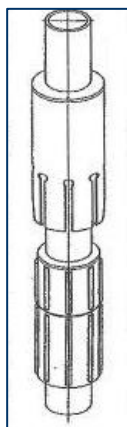

Abb. 2
3. Das erste Rohr an der Hebekappe hängend mit dem Übergangsadapter von Hand fest verschrauben. Darauf achten, dass die äußeren Rippen des Zapfens und der Muffe fluchten (s. Abb.2). Die Sicherungskappe über den Zapfen und die Muffe schieben. Darauf achten, dass die Sicherungskappe unter dem Muffenrand einrastet.